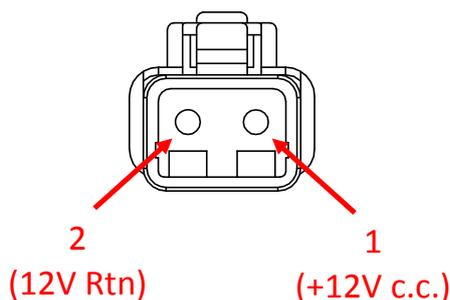

FIGURA 7 – ASSEGNAZIONE DEI CONTATTI DEL CONNETTORE DI INGRESSO ALIMENTAZIONE
- ii. Prima di collegare CABLE 1 al giroscopio, tramite un multimetro C.C., controllare che la tensione e la polarità siano corrette, utilizzando la Figura 7 indicata di seguito.